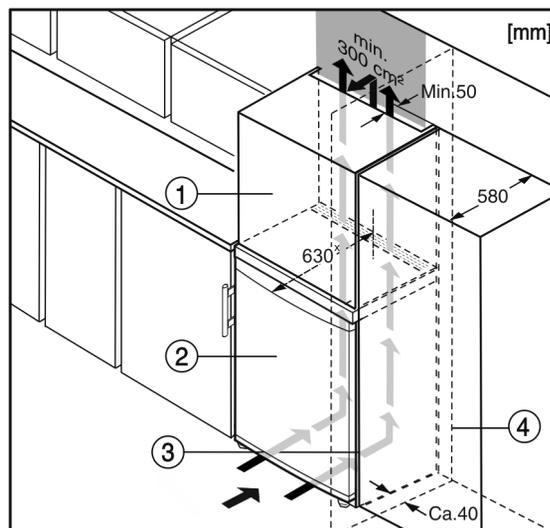

Fig. 6
O aparelho pode ser envolvido pelo mobiliário de cozinha. Para ajustar o aparelho Fig. 6 (2) à altura dos armários de cozinha, é possível criar um armário suplementar Fig. 6 (1) sobre o aparelho.\*
No caso de uma instalação com armários de cozinha (profundidade máx. 580 mm) o aparelho poderá ser instalado imediatamente ao lado do armário de cozinha Fig. 6 (3). O aparelho projecta-se de cada lado 34 mm\* e na parte central 50 mm\* em relação à frente do armário de cozinha.\*
Se o aparelho for montado com as dobradiças junto a uma parede Fig. 6 (4), a distância mínima entre o aparelho e a parede deverá ser de, no mínimo, 40 mm. Esta distância corresponde à saliência da pega com a porta aberta.